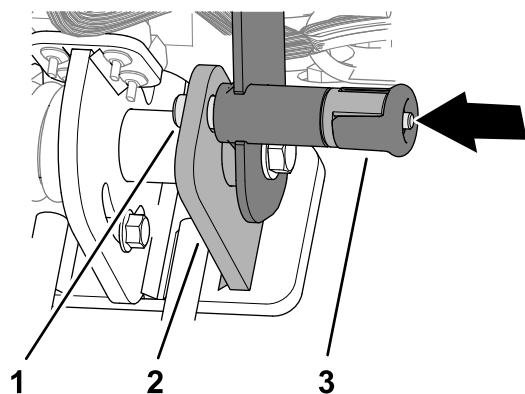

図 66
2. ラッチピンがディテントプレートの穴に完全に嵌っていることを確認する 図 66。